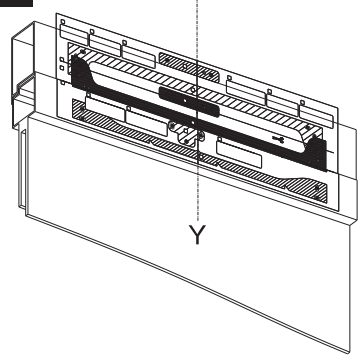

Fig. 23
- 4) **Abb. 23-** Mit einer zweckmäßigen Bohrmaschine die Löcher mit einem dazugehörigen Durchmesser ausführen, wie es auf der klebrigen Schablone angegeben ist;